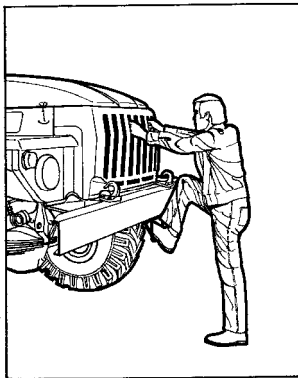

Рис. 2. Прием использования подножки и ребер облицовки радиатора при подъеме на бумпер и спуска с него
7. Чтобы подняться на бумпер автомобиля или спуститься с него, следует использовать подножку, центральное и крайнее левое (по ходу автомобиля) ребра облицовки радиатора, имеющие на внутренней стороне вкладыши (рис. 2).